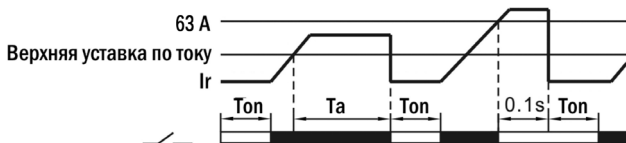

Рис. 4 – Контроль силы тока
4.2. Контроль силы тока (рис. 4).